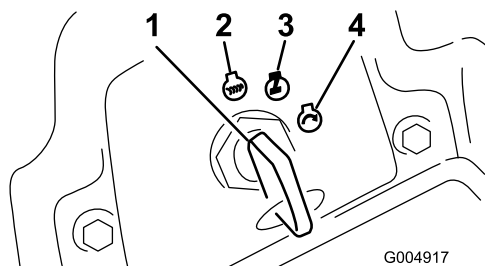

Bild 16
6. Drehen Sie den Zündschlüssel nach rechts in die Lauf-Stellung (Bild 16).
3. Drehen Sie den Zündschlüssel auf die Aus-Stellung (Bild 16). Warten Sie, bis alle sich bewegenden Teile zum Stillstand gekommen sind, bevor Sie die Bedienungsposition verlassen.